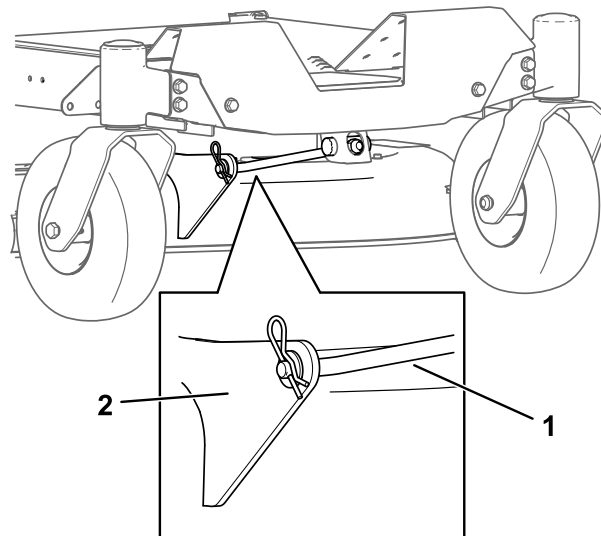

Figure 72
5. Retirez la goupille fendue de la tige de support avant et déposez la tige du support de plateau (Figure 72).
8. Fixez la tige de support avant au plateau de coupe à l'aide de l'axe de chape et de la goupille fendue (Figure 72).